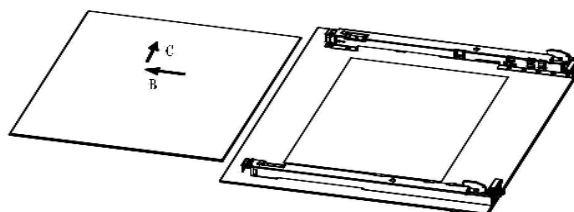

Рис. 30
4. Вытащите среднее стекло. (Рис. 30)